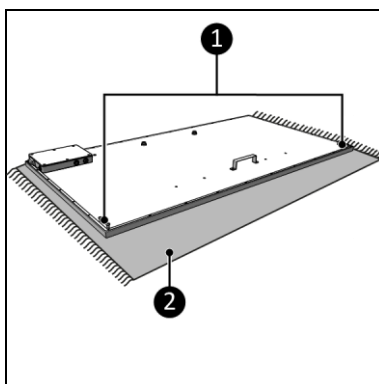

Figura 8
1. Așezați dispozitivul pe o suprafață fixă, netedă (Figura 8, poz. 2).
2. Scoateți șuruburile inferioare (4x) de pe spatele încălzitorului (Figura 8, poz. 1).